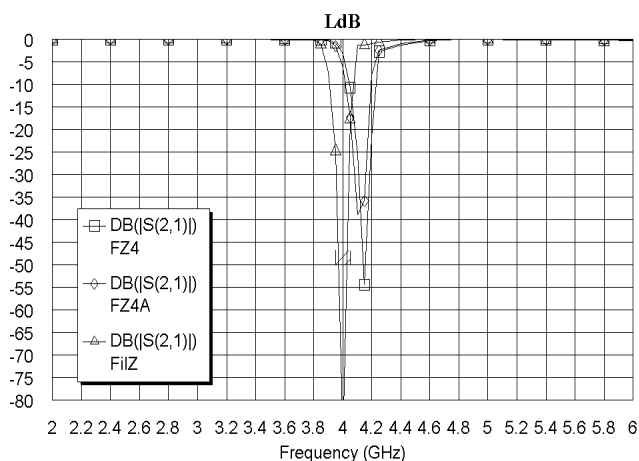

Рис. 1.80
- Сделайте активным окно графика и щёлкните по значку **Analyze** на панели инструментов. Полученный график показан на рис. 1.80. Характеристику последней струк-